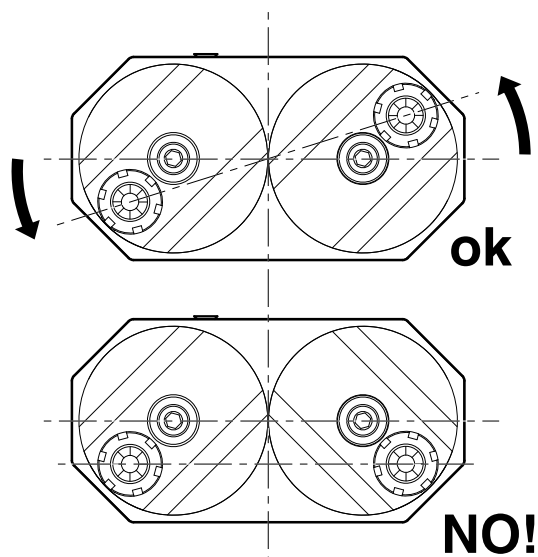

Fig. 7
**IMPORTANTE** Al fine di bilanciare le forze durante la lavorazione, il posizionamento dei mandrini, deve essere eseguito come mostrato in Fig. 7.